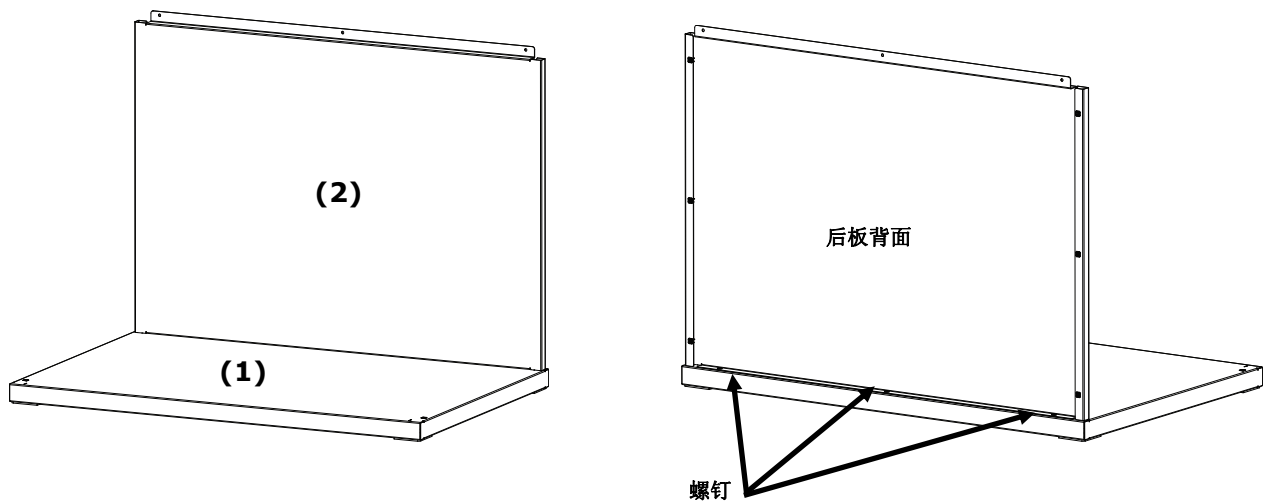

图 2. 插入底板
2. 将后板 (2) 底部祥扣置于底板 (1) 后插槽。按图 2 所示，用三颗螺钉将后板固定至底板。